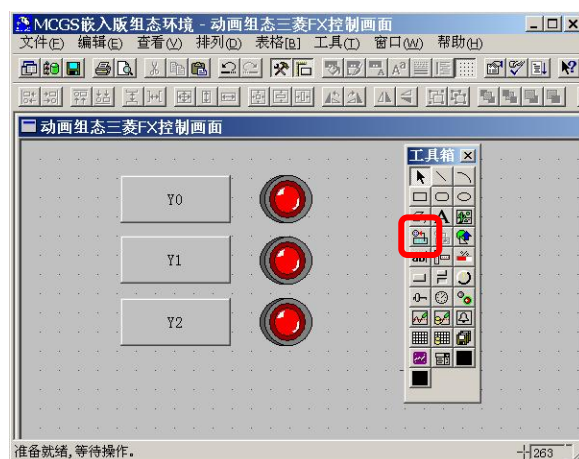

图 10
②指示灯：鼠标单击工具箱中的“插入元件”按钮，打开“对象元件库管理”对话框，选中图形对象库指示灯中的一款，点击确认添加到窗口画面中。并调整到合适大小，同样的方法再添加两个指示灯，摆放在窗口中按钮旁边的位置，如图 10。